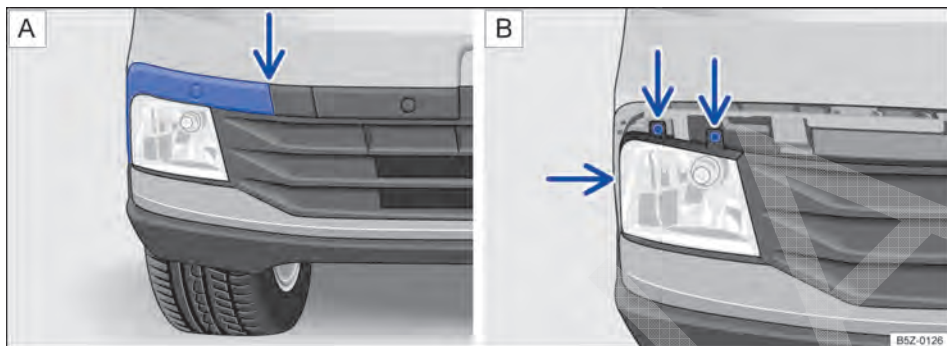

Fig. 176 No para-choque dianteiro: (A) desinstalar a moldura do farol de neblina e (B) retirar os parafusos do farol de neblina.
Desencaixar a moldura, cuidadosamente → , primeiramente pelo local indicado pela seta → Fig. 176 A. Remover completamente para acessar os parafusos do farol de neblina.
4. Retirar os parafusos indicados pelas setas → Fig. 176 B.
14. Recolocar os parafusos indicados pelas setas → Fig. 176 **B** para fixar o farol de neblina.
15. Recolocar a moldura da esquerda para a direita → Fig. 176 **A**.